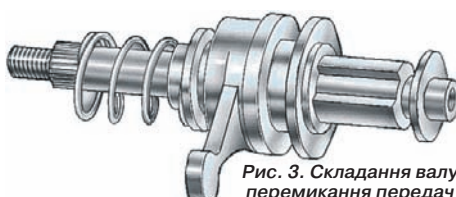

Рис. 3. Складання валу перемикання передач
3. Встановіть на вал перемикання муфту (рис. 3), упорну шайбу, упорну чашку пружини і пружину.